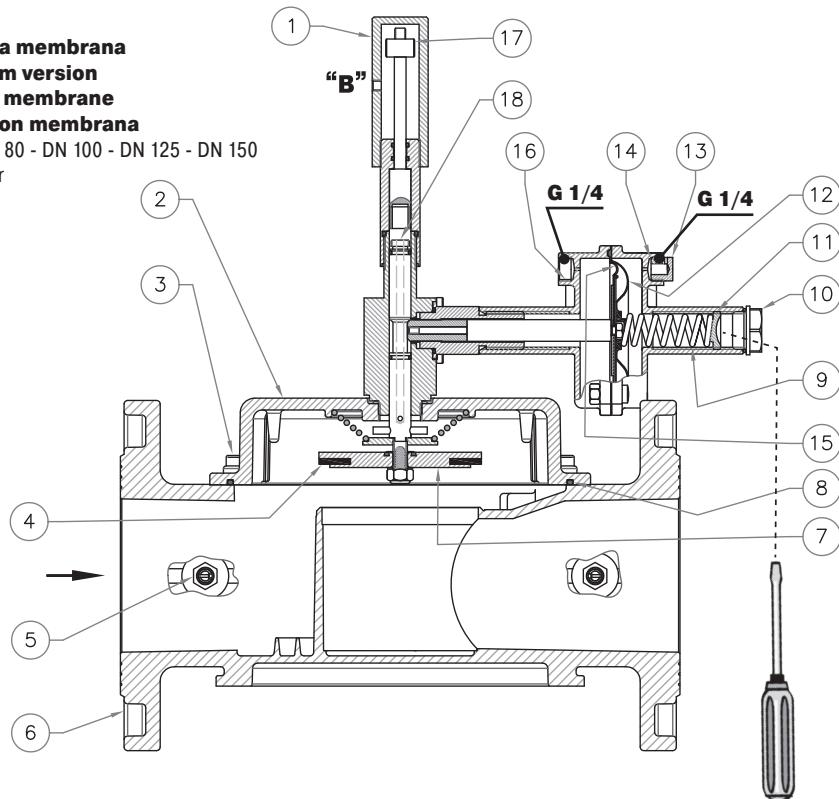

fig. 4
- Si la válvula no se mantiene armada, enrosque unas vueltas el tornillo de regulación (**11**) hasta que la operación de rearne sea posible. **NOTA:** para realizar esta operación, en las versiones con membrana, hay que desenroscar y quitar el tapón de cierre (**10**). En las versiones con pistón, el tapón (**10**) **NO** debe desenroscarse/quitarse; la calibración puede realizarse con una herramienta adecuada (véanse las fig. 4 y 5).